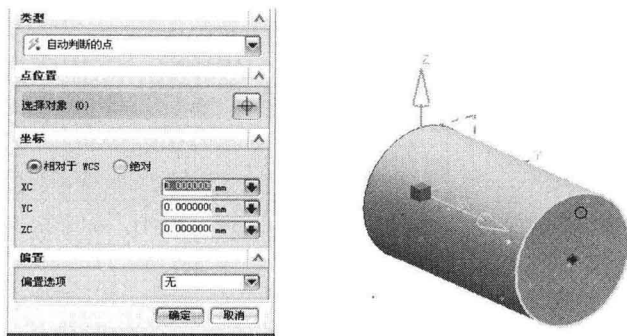

图1-14 选择点位置
(3) 生成轴的其他主体部分。
① 设定圆柱直径为 14，高度为 26 或 111-13-16-27-6-13 直接在对话框内计算。
② 单击  图标，弹出对话框，如图 1-14 所示，鼠标移动到刚生成的圆柱右侧，当圆成黄色显示，并出现  图标时，单击左键，以此圆圆心为下一段圆柱底面圆心，单击“确定”按钮，回到圆柱对话框界面。